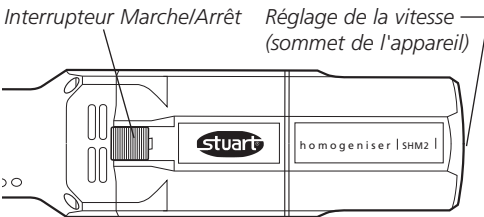

Fig. 2
3. Vérifiez que le commutateur de réglage de la vitesse est réglé sur le paramètre le plus faible (voir la Fig. 2).